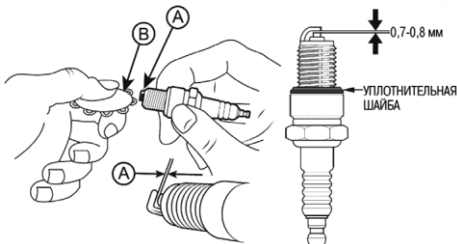

Рис. 20. Проверка межэлектродного зазора
4. Измерьте зазор А между электродами специальной щупом В. Зазор должен быть $0,7-0,8$ мм (Рис. 20). При увеличении или уменьшении требуемого зазора, рекомендуется заменить свечу, так как регулировка зазора может привести к изменению качества искрообразования.